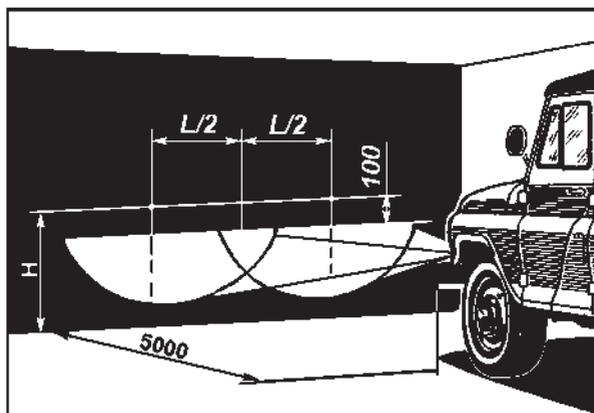

Рис. 9.38. Разметка экрана для регулировки противотуманных фар:
**Противотуманные фары** регулируйте так, чтобы световые пятна на стене или экране были расположены, как показано на рис. 9.38. Для замены лампы поверните патрон в сборе с лампой против часовой стрелки и выньте его из гнезда.